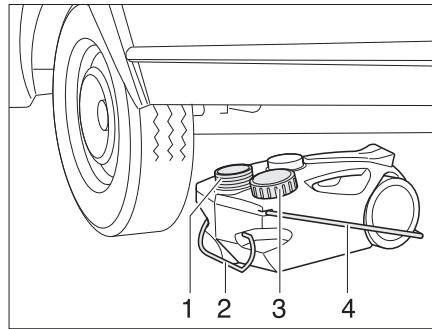

Fig. 151 Depósito de aguas residuales, con ruedas
- Cerrar la abertura del depósito de aguas residuales (Fig. 151,1) con la tapa (Fig. 151,3).
- Extraer el depósito de aguas residuales por el tirador (Fig. 151,2).
- Abatir hacia arriba el tirador (Fig. 151,4) y colocar el depósito de aguas residuales.